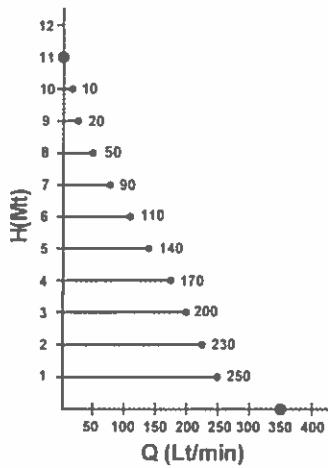

Fig. 9
4. Dévisser la manette située sur le côté opposé de l'appareil comme l'indique la Fig. 9.
4. Svitare la manopola posizionata sul lato opposto dell'apparecchio come indicato nella Fig.9.